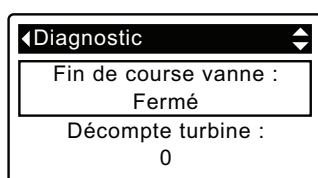

FIG. 88
2. Appuyez sur le bouton BAS (▼) pour faire défiler les options du menu et mettre en évidence l'écran **Contacteur de position vanne** (cf. Figure 88).